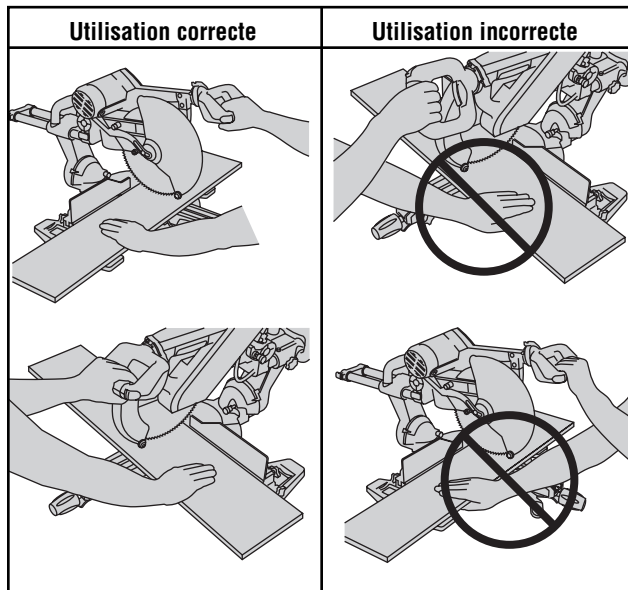

Figure 1. Positions des mains
**AVERTISSEMENT** Positionnez votre corps et vos mains adéquatement pour rendre la coupe plus facile et plus sûre. Observez les instructions suivantes (Figure 1).